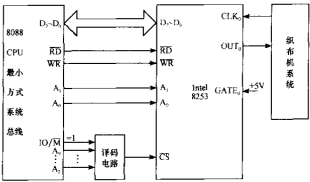

图 9.26 织布机控制系统
9.11 织布机控制系统如图 9.26 所示，已知织布机每织 1m 发出一个正脉冲，每织 100m 要求接收到一个脉冲，去触发剪裁设备把布剪开。